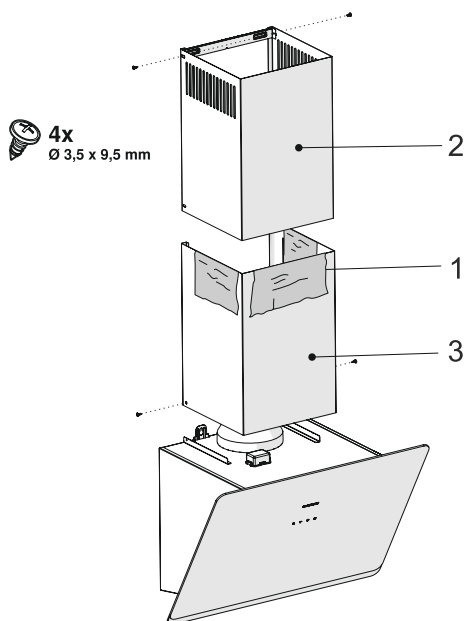

Fig. 14
- Se ci sono strati protettivi sui condotti, rimuoverli (Fig. 14 / 1).
- Tirando la canna fumaria superiore verso l'alto e avvitarla alla piastra di connessione della canna fumaria attraverso i lati sinistro e destro (Fig. 14 / 2).
- Montare la canna fumaria inferiore al corpo attraverso i lati sinistro e destro. (Fig. 14).